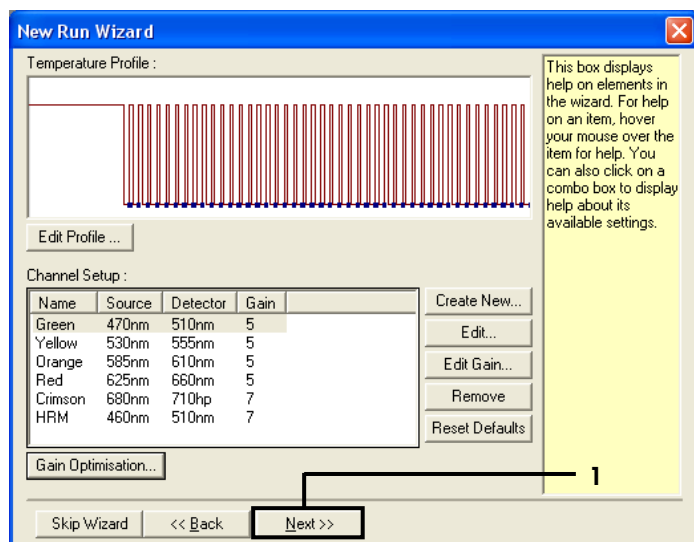

Figura 35. A caixa de diálogo do “New Run Wizard” (Assistente de nova execução) e a tela de edição da temperatura [1 = “Next” (Avançar)].
4. A janela seguinte permite editar o perfil de temperatura. (Não é necessário editar nada, porque o perfil de temperatura foi criado de acordo com as instruções em “Protocolo: Criar um perfil de temperatura”, na página 72). Clique em “Next” (Avançar) (Figura 35).